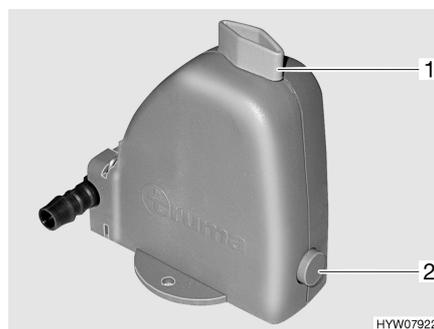

Bild 51 Sicherheits-/Ablassventil
Die Heizung ist mit einem Sicherheits-/Ablassventil (Bild 51) ausgestattet. Das Sicherheits-/Ablassventil verhindert, dass Wasser für die Warmwasser-Bereitung einfriert, wenn bei Frost die Heizung nicht eingeschaltet ist.
- Sicherheits-/Ablassventil schließen. Dazu den Drehknopf (Bild 51,1) quer zum Sicherheits-/Ablassventil drehen und den Druckknopf (Bild 51,2) hineindrücken.
- Sicherheits-/Ablassventil öffnen. Dazu den Drehknopf (Bild 51,1) längs zum Sicherheits-/Ablassventil drehen. Der Druckknopf (Bild 51,2) springt heraus. Der Brauchwasser-Behälter wird über das Sicherheits-/Ablassventil nach außen entleert.